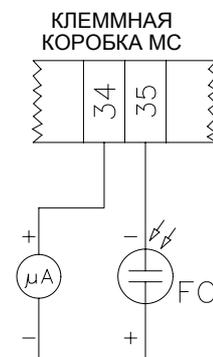

Рис. 14
- Проверить и аккуратно почистить фотоэлемент UV улавливания пламени и, если необходимо, заменить его. В случае возникновения сомнения, проверить контрольный контур, после того, как горелка будет вновь запущена, согласно схеме на Рис. 14;
Рис. 14. Если сигнал не укладывается в указанные значения, проверить электрические контакты, чистоту головки сгорания, положение фотоэлемента и при необходимости заменить его.